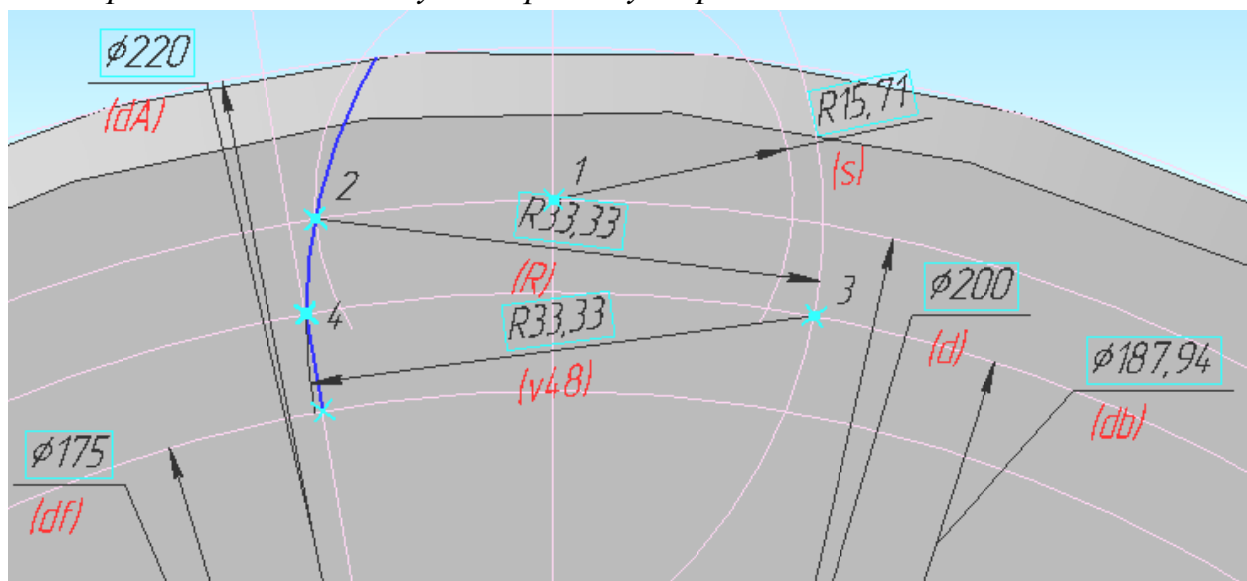

Рисунок 1.5 – Построение профиля зуба
14) Отметьте точкой (команда **Точка** ) точку пересечения делительной окружности и вертикальной линии (точка 1, рисунок 1.5).
В поле переменных нажмите пиктограмму π для задания числа пи. Первую и вторую точки дуги задайте произвольно так, чтобы она пересекла делительную окружность d . Отметьте эту точку пересечения (точка 2, рисунок 1.5).
16) Из отмеченной точки постройте дугу радиусом $R=d/6$ так, чтобы она пересекла основную окружность. Точку пересечения отметьте (точка 3, рисунок 1.5).